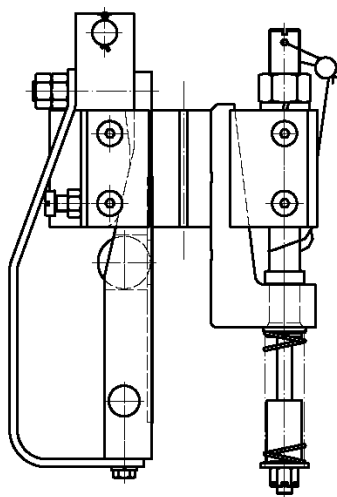

图 1
- 3.6 本产品为单提拉结构，左右成对使用，见图 1。
- 4.1 安装结构尺寸见图 1。